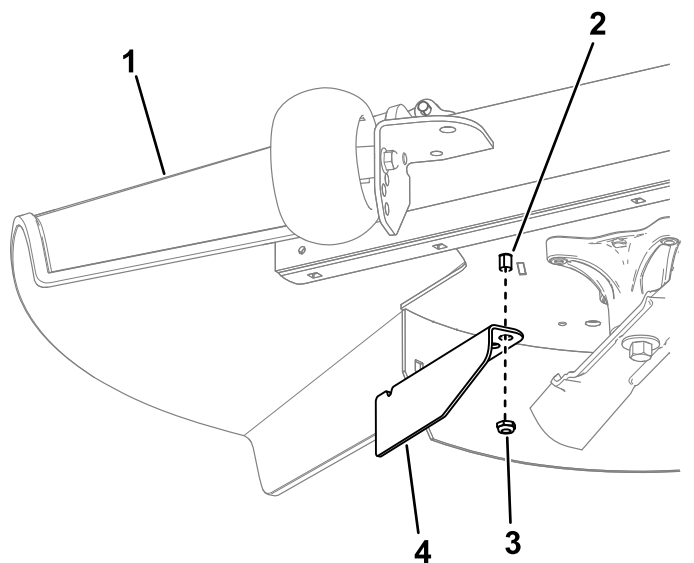

Figura 15
10. Togliete il dado dall'asta del deflettore dell'erba sottostante il piatto di taglio (Figura 15).
11. Utilizzate il dado per montare il deflettore di scarico sull'asta del deflettore dell'erba, utilizzando il foro esterno nel deflettore (Figura 15).